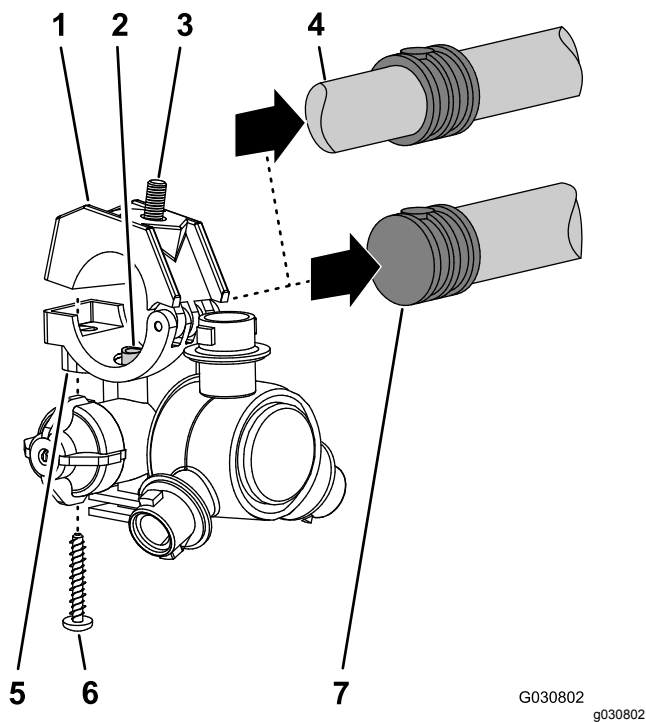

Figure 98
5. Avec les 8 buses de pulvérisation que vous avez retirées à l'opération 1, retirez les vis en acier inoxydable (n° 12 x 1-1/4") qui fixent les demi-colliers supérieurs et les anneaux cannelés simples ou doubles (3/4") sur le corps de chaque buse, et déposez les anneaux cannelés (Figure 98).